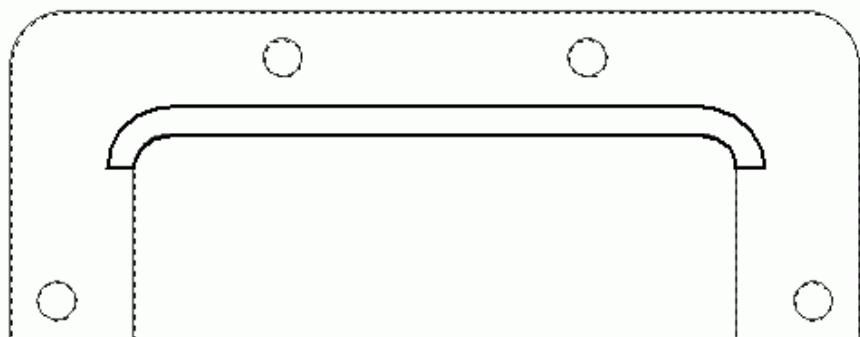
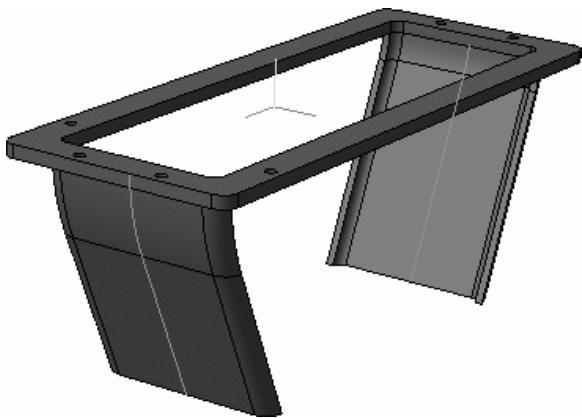

Рис. 3.72. Эскиз профиля передней стенки редуктора
Рис. 3.75. Добавление задней стенки корпуса редуктора
4. Перейдем к созданию стенок корпуса. Начнем с передней стенки. Выделите нижнюю плоскую грань фланцев и вызовите команду Эскиз. Привязываясь к уже существующей геометрии 3D-модели, постройте эскиз, показанный на рис. 3.72. Расстояние между параллельными линиями контура равно толщине стенки корпуса, то есть 8 мм. Закончите построение эскиза, отжав кнопку Эскиз на панели Текущее состояние.
7. Аналогично создайте и заднюю стенку корпуса редуктора. Эскиз кинематической операции будет иметь ту же форму, что и на рис. 3.72, только разместится на левой стороне фланца (в режиме редактирования эскиза – в нижней части эскиза). Направляющую можно скопировать с главного вида чертежа. Полученная стенка показана на рис. 3.75. Направляющие обеих операций кинематического «приклеивания» больше не будут использоваться, поэтому их можно спрятать.